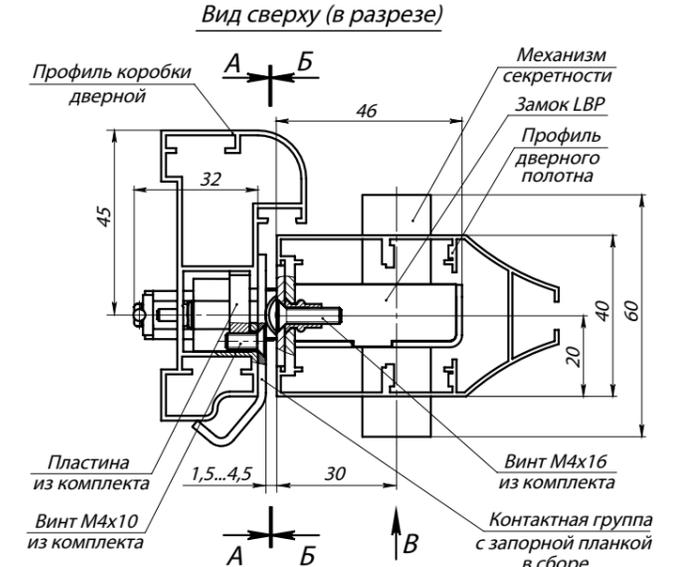

Рис. 2. Замок с контактной группой PERCo-BP1 в сборе (виды А, Б и В изображены на установочных шаблонах)
- профили дверного полотна Т34, Т53, Т81, Т85 и профиль дверной коробки Т72-14 (ООО «Петралюм»), или аналогичные им по своему сечению (см. рис. 2).
3. Для замка с запорной планкой PERCo-BP1. Установите замок (1) в заранее подготовленный паз в профиле дверного полотна и закрепите его двумя винтами M4x16 (5) из комплекта поставки (см. рис. 2).
5. Установите механизм секретности (11) и зафиксируйте его винтом (10) через отверстие в лицевой планке замка (длина винта 35 - 45 мм).
6. Установите декоративные накладку (13) и ручки (15) в соответствии с рекомендациями изготовителя. После установки ручки должны легко поворачиваться.
8. Для запорной планки PERCo-BP1. В профиль дверной коробки установите пластину из комплекта поставки и зафиксируйте ее винтом M4x10 (см. рис. 2). Установите вторую пластину аналогичным образом.
9. Соедините кабель управления с клеммами (8), установленными на контактной группе. Для этого обожмите концы кабеля в зажимы клемм.